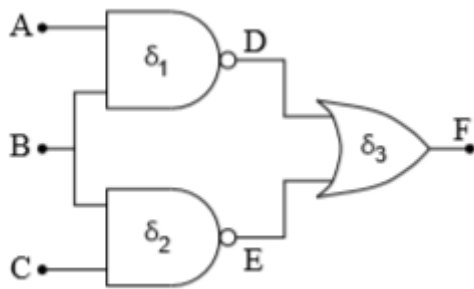
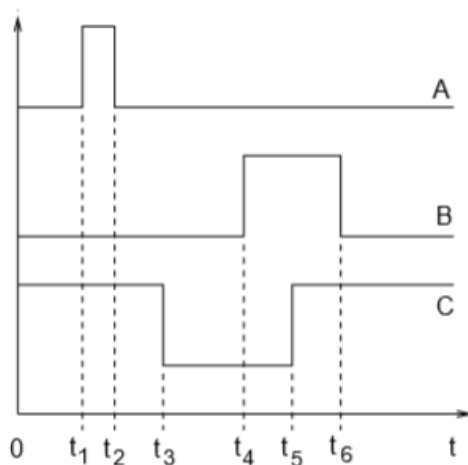

Рис. 17. Простая цифровая цепь, задержка каждого вентиля отмечена
Рис. 18. Воздействия, приложенные к входам цифровой цепи на предыдущем рисунке
Наиболее эффективный путь (и один из применяемых в SEQUEL) для анализа переходных процессов схем, включающих цифровые элементы, это так называемая «event-driven, управляемая событиями» симуляция, в которой мы наблюдаем за входом каждого цифрового элемента и отражаем «события» ($0 \rightarrow 1$ или $1 \rightarrow 0$) на его выходе только тогда, когда изменения ожидаются, как результат изменения его входа(ов). Интервал времени между изменениями входа(ов) элемента и событиями в его выходном узле(ах) определяется значением задержки для конкретного элемента. Анализ переходных процессов цифровой схемы выполняется планированием событий и обработкой их в плановые времена. В качестве примера рассмотрим схему на рис. 17 [6]. Изначально $A=0$, $B=0$ и $C=1$. Для $t > 0$ входы изменяются так, как показано на рис. 18. При $t = 0$, $D=E=1$ и $F=0$. При $t = t_1$ один из входов (A) изменился.